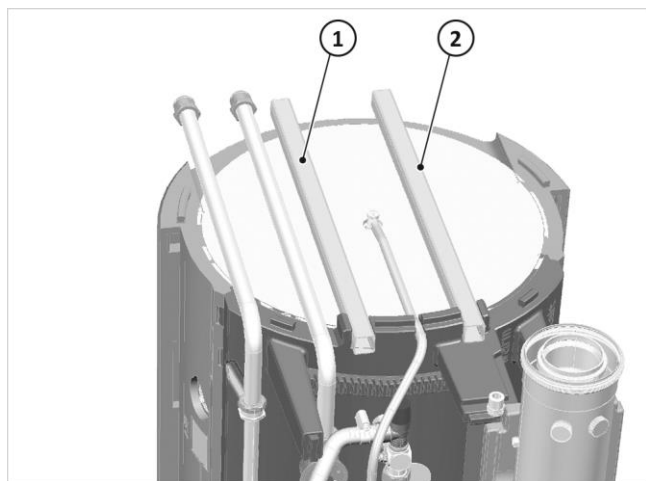

Fig. 12: Canaletas de guía de cables
1. Introduzca el cable alargador en un tubo protector o canaleta de cables adecuado hasta SolvisBen y en la parte frontal de la tapa utilice la canaleta de guía derecha (→ *fig. 12 (2)*).